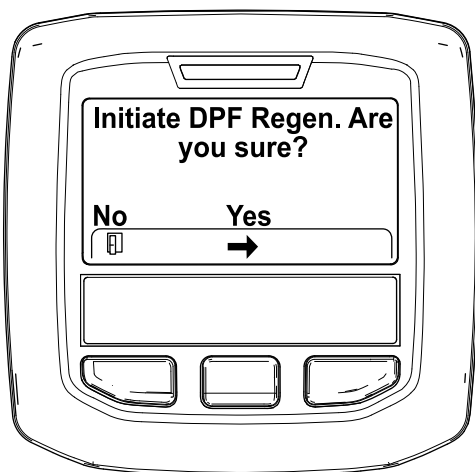

Рисунок 33
4. Когда появится сообщение "Initiate DPF Regen. Are you sure?" («Начать регенерацию DPF. Вы уверены?»), нажмите среднюю кнопку (Рисунок 33).